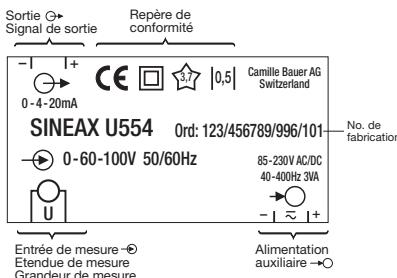

Fig. 5. Explication des inscriptions sur la plaquette signalétique.
- ... que les caractéristiques techniques qui permettent de résoudre le problème de mesure correspondent aux données mentionnées sur la plaquette signalétique du SINEAX U 554 (- ↗ entrée de mesure, ↗ ↗ sortie de mesure et →○ alimentation auxiliaire, voir Fig. 5)!